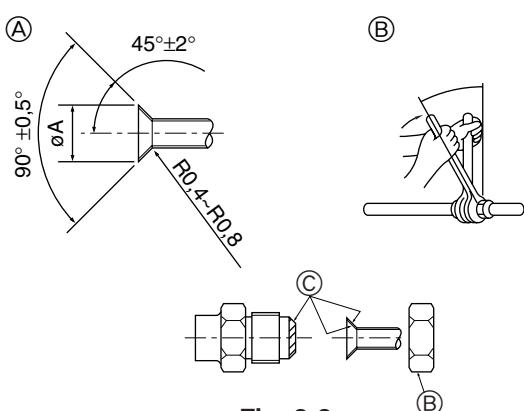

Fig. 3-2
3.2. Соединение труб (Fig. 3-2)
- ① Растворный стык - размеры